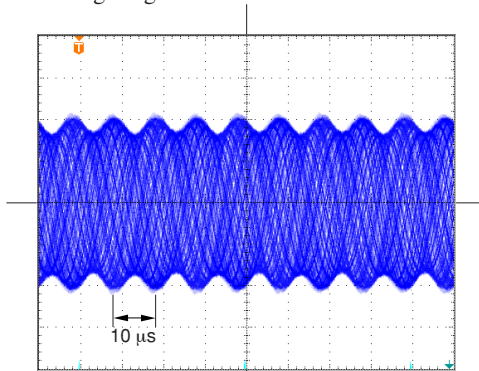

Abb. 6-4
- ⑤ Bringen Sie den GBAL-Trimmer ungefähr in seine Mittenstellung, und verfahren Sie den Maßstab, bis die in Abb. 6-4 gezeigte Wellenform sichtbar wird. Justieren Sie dabei den PHASE-Trimmer so, dass die Welligkeit auf der Hüllkurve auf ein Mindestmaß reduziert wird.